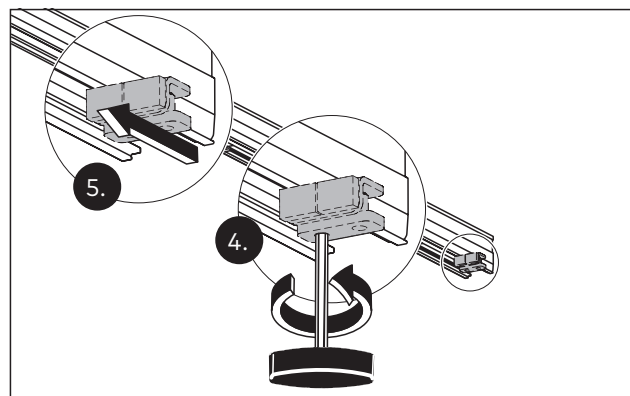

Abb. 16 Die Endanschlüsse verschieben
4. An beiden Antrieben die Schrauben an den Endanschlüssen auf der Anschlussseite lösen (Abb. 16).
5. Die Endanschlüsse Richtung Antriebsmitte schieben (Abb. 16).